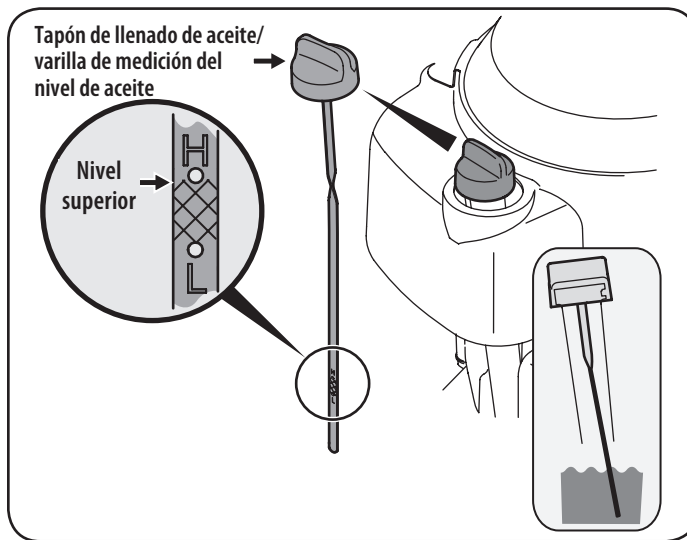

Figura 17
- Inserte la varilla de medición de nivel dentro del cuello de llenado de aceite. Gire la varilla de medición 1/4 de giro hasta la posición en la que queda trabada para que se asiente por completo. Vea la Figura 17.